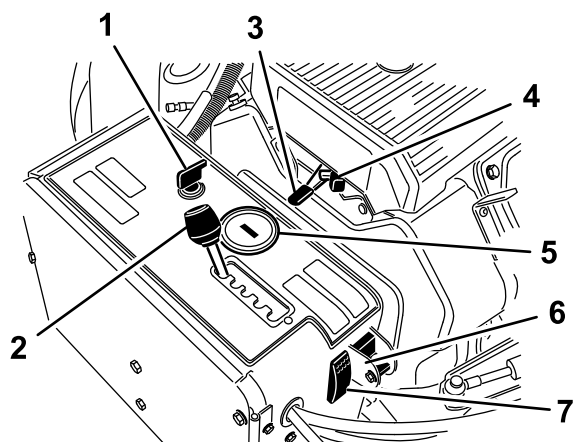

图 12
使用点火开关图 12 以启动和关闭发动机。该开关有 3 个位置
将打孔机间距杆图 12 移到所需的打孔间距或用于行驶的“T”位置。
使用油门杆图 12 可控制发动机转速。向前推动油门杆可提高发动机转速快速位置向后推则降低发动机转速慢速位置。发动机速度用于调节打孔头的速度并控制机器的地面行驶速度。
- 当发动机关闭时小时表/转速计图 12 会显示发动机已经运行的小时数。
发动机冷启动时应使用阻风门图 12。
将开关转到下方的位置可关闭 TrueCore 功能图 12。卸掉螺栓以接触手动地形跟随开关。
如果机器停止运行如机器燃油耗尽 请按系统重置开关 (图 12) 升起打孔头。